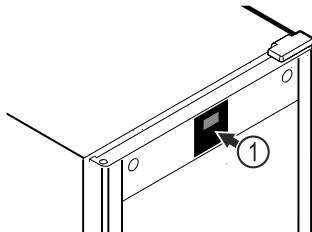

Fig. 52 Príklad zobrazenia
Teplomer je z výroby kalibrovaný (posun o +6 Kelvinov). Ak sa vnútorná teplota líši od indikátora teploty Fig. 52 (1), môžete teplomer kalibrovať.